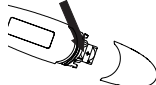

Figure 4
3. Retirer doucement la plaquette du compartiment de pile d'environ 1 cm (un peu moins de 1/2") (Voir la Figure 4)